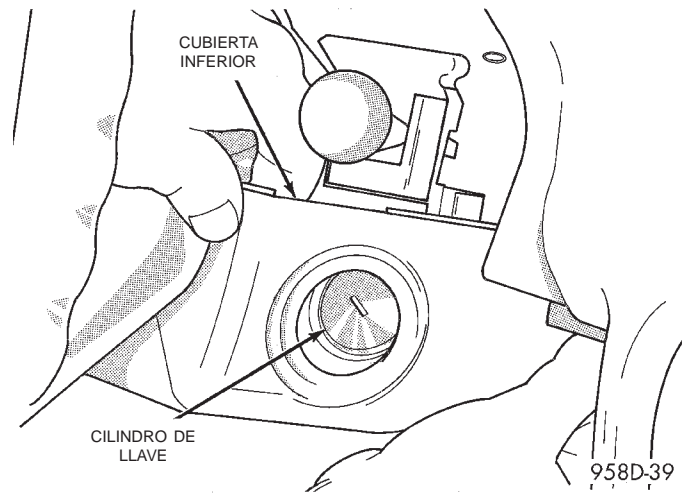

Fig. 56 Retire la cubierta inferior del cilindro de encendido
(8) Tire de la cubierta inferior para dejar al descubierto el cilindro de encendido y el desenganche de la llave, si el vehículo lo tiene instalado (Fig. 56).